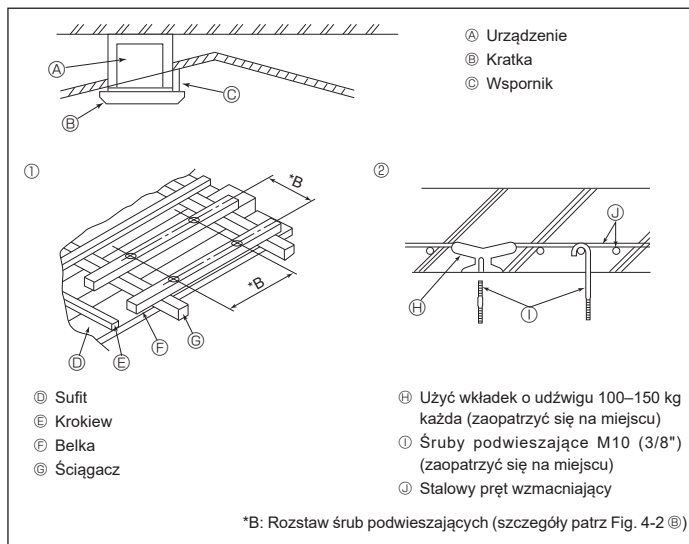

Fig. 4-4
4.4. Konstrukcja zawieszenia (zapewnia wytrzymałą konstrukcję w miejscu zawieszenia) (Fig. 4-4)